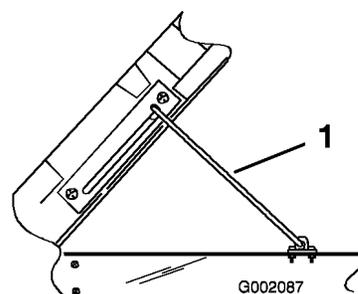

Figura 24
- Coloque a barra de apoio na ranhura de bloqueio para fixar a caixa (Figura 24).